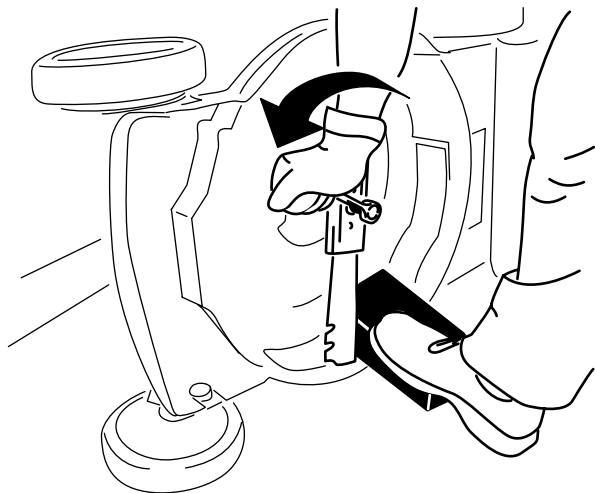

Figura 25
3. Folosește o bucată de lemn pentru a menține lama stabilă (Figura 25).
4. Îndepărtați lama, păstrând toate elementele de montare (Figura 25).